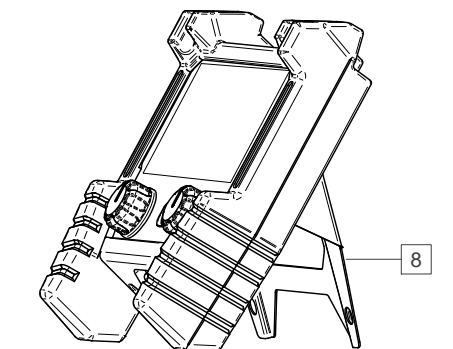

Bild 3
- Fäste [8], som används för att stödja anordningen på en plan yta, t.ex. ett svetsbord (Bild 3).